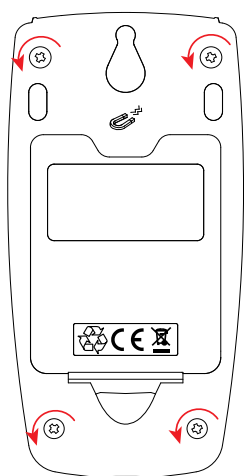

Figure 41
- Retournez l'appareil et dévissez les 4 vis à l'aide d'un tournevis cruciforme (voir Figure 41).